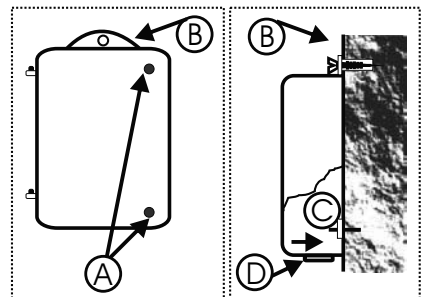

Fig. 1
Para acceder al interior del Receptor abra la tapa aflojando los tornillos que la sujetan (A en fig. 1).
2.1.- Pase los cables de conexión a través del tapón de goma pasacables (D en fig. 1. Si necesita más espacio para pasar los cables de conexiones utilice el agujero ciego adicional).
El Receptor Autónomo se presenta en una caja de plástico con tapa abisagrada sujeta con dos tornillos (A en fig. 1).
Sobre el lateral superior se prolonga una aleta taladrada para la fijación del equipo a una pared (B en fig. 1). En el interior de la caja hay dispuestos -justo debajo de las regletas de conexión- (C en fig. 1) dos agujeros ciegos, con guía para taladrar, en caso de necesitarse una mayor sujeción.